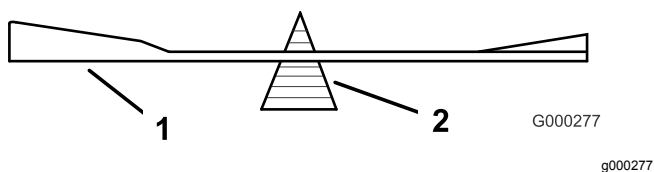

図 76
2. ブレードバランサーを使ってバランスを調べる 図 76。